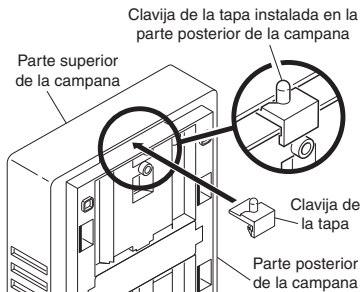

Figura 6
1. Deslice la clavija de la tapa por sobre la parte trasera de la campana, como se muestra en la Figura 6. La clavija debe estar fijada en la base antes de instalar la base en la pared (la clavija puede ser pre-ensamblada).